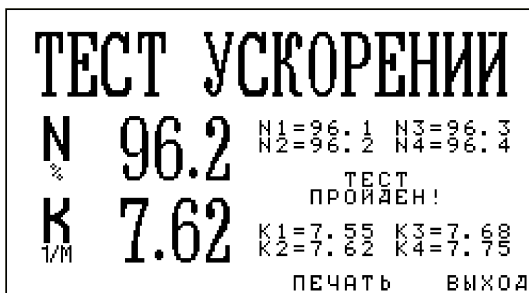

Рисунок 10.4. Результаты теста
По окончании десяти циклов измерения на дисплее появятся результаты. Пример отображения результатов представлен на рис. 10.4.
Согласно ГОСТ Р 52160-2003 тест свободных ускорений можно считать успешным (выполненные измерения достоверными) в том случае, если четыре последние измерения (K) не образуют убывающей последовательности и располагаются в зоне шириной 0,25 1/м. Когда данные требования выполняются, в середине дисплея появится надпись «ТЕСТ ПРОЙДЕН!» (рис. 10.4). Для случая, когда не будет выполняться первое условие, надпись примет вид «ОШИБКА ПОСЛЕДОВ.». Если диапазон значений последних четырех измерений превышает 0,25 1/м, то надпись примет вид «ОШИБКА ДИАПАЗОНА».
Далее оператору будет предложено либо напечатать результаты на принтере по нажатию КЛ.3, либо завершить тест свободных ускорений – КЛ.4. При этом над КЛ.3 и КЛ.4 располагаются соответствующие контекстные подсказки «ПЕЧАТЬ» и «ВЫХОД» (рис. 10.4).